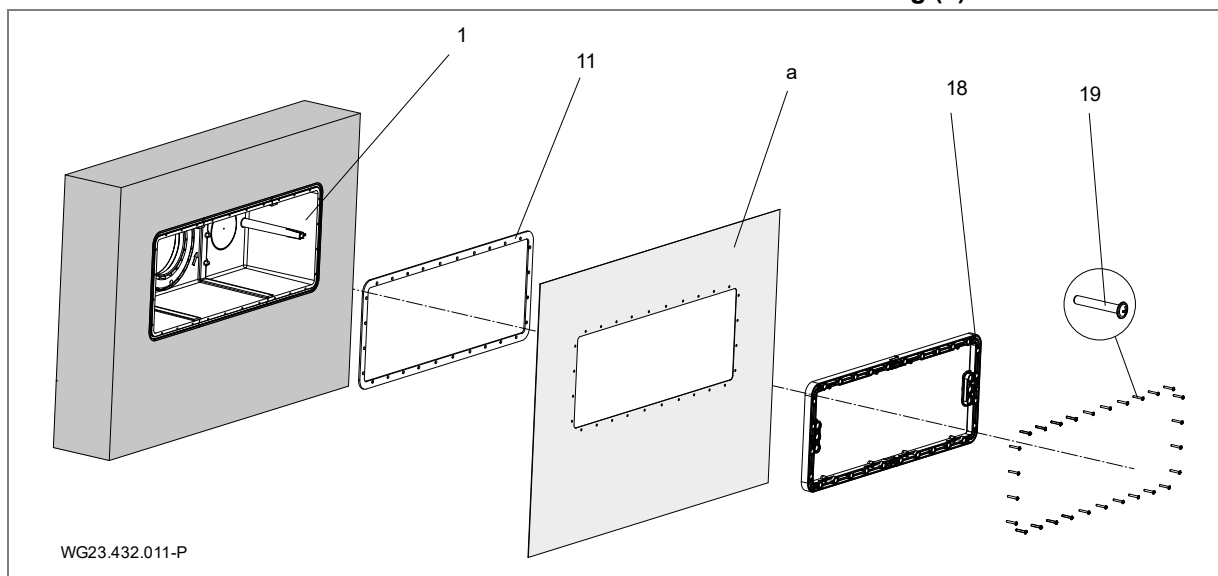

Abb. 7
Für die Abdichtung zur Betonwand wird empfohlen, einen umlaufenden Ring aus Epoxidharz/Quarzsand an der beckenseitigen Außenwand des Gehäßes (1) zu erstellen. Siehe "Abb. 7" auf Seite 14